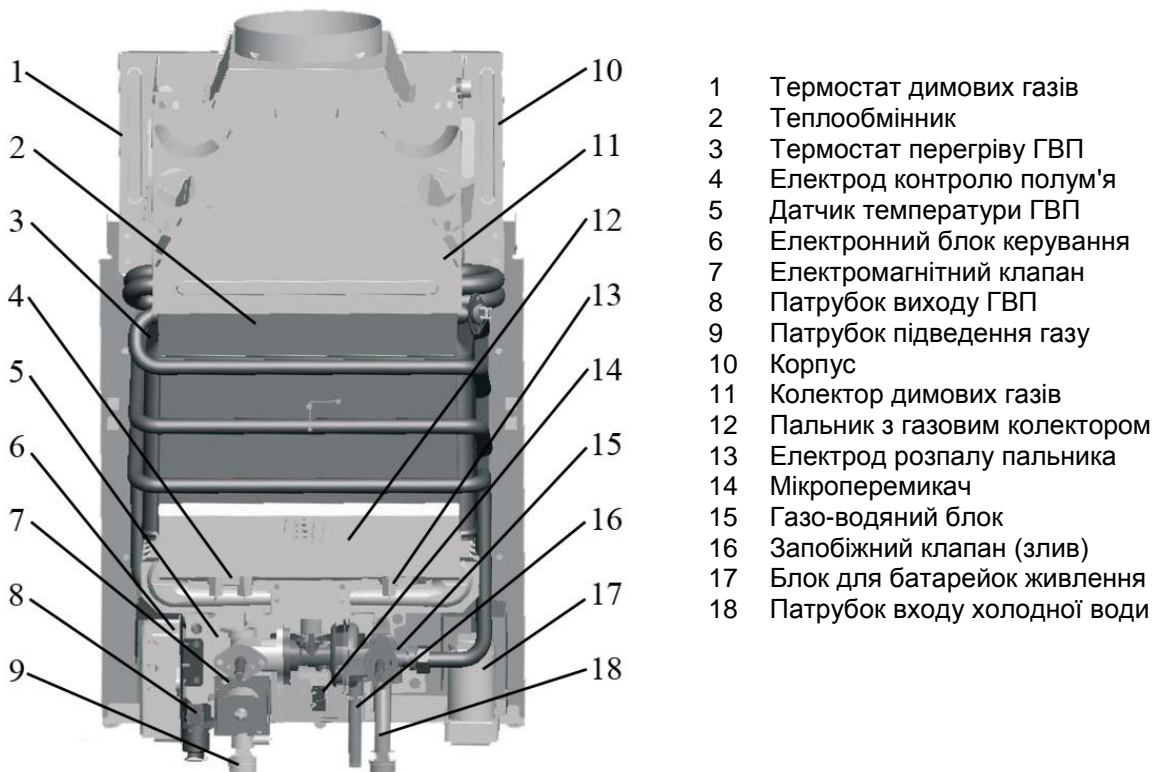

Рис. 1 Складові частини пристрою
2.4.1 Пристрій настінного типу має прямокутну форму, утворену знімним облицюванням, установленим на корпусі (поз.10 на рис.1).
2.4.2 У пристрої застосована автоматична електронна система розпалу, яка отримує живлення від двох батарейок типу R20 з напругою по 1,5 В, розташованих у батарейному відсіку (поз.17 на рис.1).
Газо-водяний блок (поз.15 на рис.1) призначений для вмикання пристрою та забезпечення регулювання температури води і витрати газу. Вузол складається з двох регуляторів: водяного і газового. Конструкція водяного регулятора забезпечує доступ газу до основного пальника тільки за наявності потоку води, одночасно забезпечуючи спрацьовування електромагнітного клапана (поз.7 на рис.1). Конструкція газового регулятора є частиною газової арматури, яка регулює подачу газу на пальник.
Пальник з колектором (поз.12 на рис.1) призначений для запалення повітряно-газової суміші, яка подається в місце горіння.
Теплообмінник (поз.2 на рис.1) (система: продукти згоряння - вода) є частиною водяної арматури, у якій відбувається теплообмін між гарячими продуктами згоряння пальника і водою, що протікає по трубах теплообмінника. Він має спеціальне покриття, яке забезпечує його додатковий захист від окиснення, що значно продовжує строк його служби.
Термостат перегріву води (поз.5 на рис.1) забезпечує відключення водонагрівача при нагріванні води вище 80°C, запобігаючи утворенню накипу у трубках теплообмінника, що збільшує термін служби водонагрівача.
Термостат димових газів (поз.1 на рис.1) призначений для відключення пристрою у разі відсутності тяги у димоході.
Колектор димових газів (поз.11 на рис.1) призначений для відводу продуктів згоряння у димохід і служить місцем встановлення термостату димових газів (поз.1 на рис.1).
Електрод розпалу пальника (поз.13 на рис.1), утворюючи іскрові розряди протягом 5 с при вмиканні пристрою (під час пропускання води через пристрій), розпалює пальник.
Електрод контролю полум'я (поз.4 на рис.1) забезпечує контроль горіння пальника та автоматичне відключення подачі газу на пальник при його згасанні.
Датчик температури гарячої води (поз.5 на рис.1) являє собою термопару і видає на цифровий індикатор змінну ЕРС, величина якої залежить від ступеня нагрівання датчика (відображується у вигляді температури ГВП).
Запобіжний клапан (поз.16 на рис.1) призначений для зливу води з водонагрівача без його від'єднання від трубопроводів (шляхом повороту клапана) і скидання тиску під час різкого підвищення тиску води у системі.